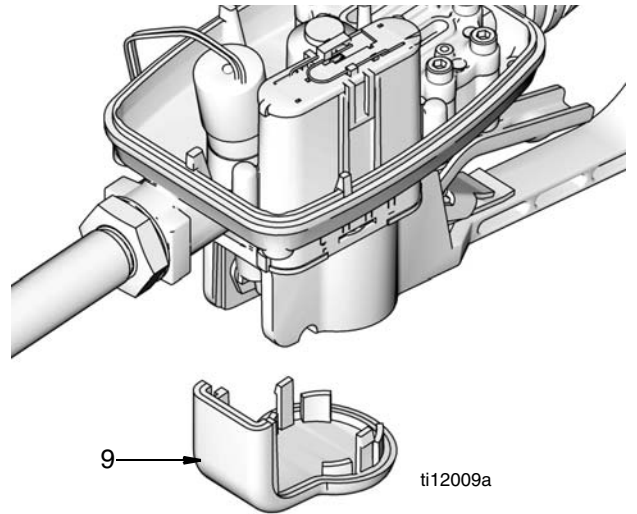

FIG. 36
- Retirez la protection (9) en insérant le pouce ou un doigt derrière le couvercle et en le desserrant. Puis faites glisser la protection du boîtier (FIG. 36).